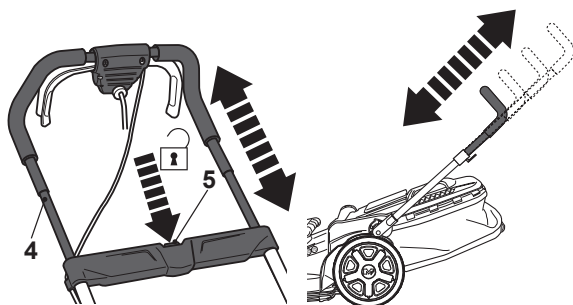

Fig. 10
- > Solte a alavanca (10) (Fig. 10, passo 3) e verifique se bloqueia na posição corretamente.
- > Certifique-se de que o cabo de alimentação (16) não está preso.
- > Pressione o botão de desbloqueio (5) e empurre ou puxe o guiador superior (4) para a altura pretendida (Fig. 10). Durante este ajuste de altura, mantenha o botão pressionado.